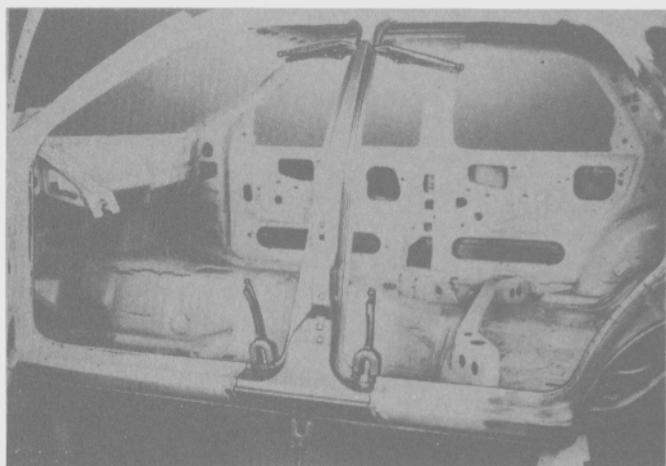

Fig. 266
- Posicionar el pilar "B" y sujetarlo con pinzas (Fig. 266).